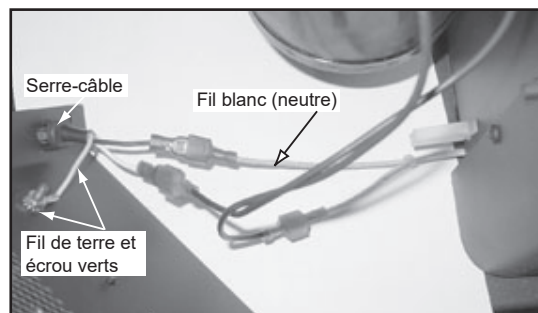

Figure 23.5
10. Sur le panneau latéral gauche, fixez le serre-câble du cordon électrique au trou qui se trouve sur la partie inférieure gauche. Fixez la borne de mise à terre au goujon qui se trouve le plus proche du cordon électrique. **Figure 23.5.**
11. Attachez le fil blanc (neutre) directement à l'un des fils qui sort du ventilateur. Fixez l'autre fil du ventilateur à la cosse femelle à l'harnais qui est acheminé sous l'appareil. Fixez la cosse mâle sur le harnais au fil d'alimentation noir (ligne). Acheminez les fils dans le crampon métallique qui se trouve sur la plaque de montage du ventilateur. **Figure 23.5.**